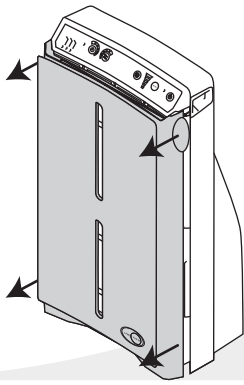

FIG. 24
2. **Quite** la cubierta frontal del purificador de aire utilizando los salientes ubicados de cada lado del purificador, cerca de la parte superior (Fig. 24). **Estabilice** el purificador de aire colocando primero sus pulgares en los bordes exteriores del panel de control. **Quite** la cubierta frontal **tirando suavemente** de los salientes con los dedos.